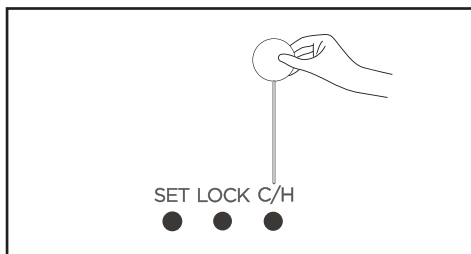

Figura 3.18
1. No modo apenas refrigeração, pressione ^{C/H} para ativar a função refrigeração e aquecimento. (Consulte a Figura 3.18)